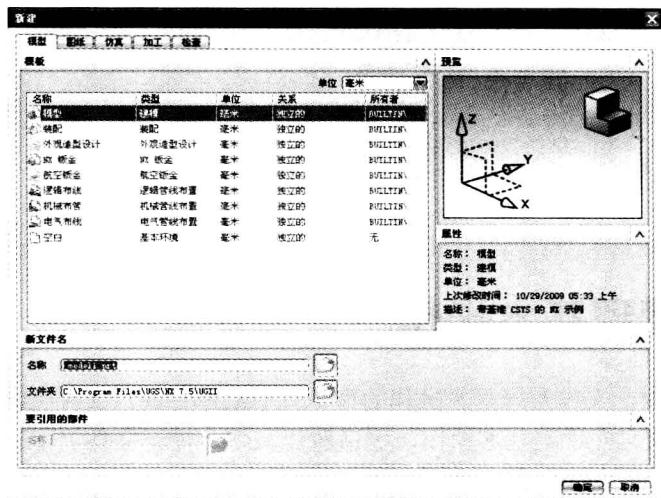

图 1-7 “新建”对话框
- ① 在菜单栏中选择“文件”|“新建”命令，或者在工具栏中单击“新建”按钮 ，打开如图 1-7 所示的“新建”对话框。该对话框具有 5 个选项卡，分别用于创建关于模型（部件）设计、图样设计、仿真、加工和检查方面的文件。